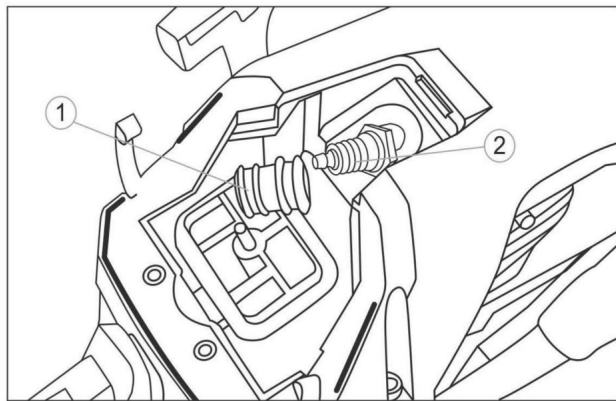

Fig. 26
3. Koppel de hoogspanningskabel los van bougie 1 (fig. 26).